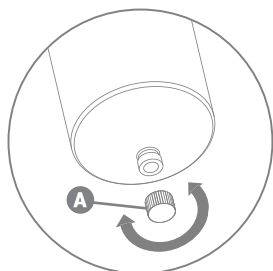

Рис. 3
2. Открутите гайку сливной горловины (А) (рис. 3) и слейте из фильтра остатки воды.